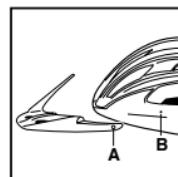

Fig. 12
2. Du sätter tillbaka visiret genom att centrera det på hjälmen och snäppa stiften (A) på visiret in i hålen (B) i hjälmen, fig. 12.